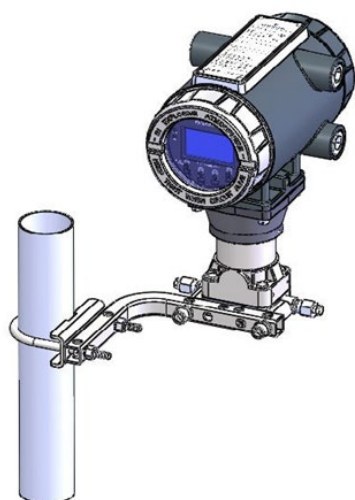

图6. 使用共平面安装座的FB1200
2. FB1200 可直接安装到管路上的歧管或间接安装在二英寸管道或立柱上。见图6 和7。